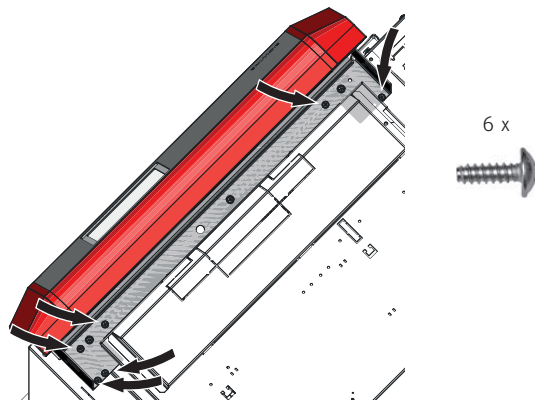

Fig. 73 Avvitare il pannello di comando in alto internamente con 6 viti autofilettanti
► Avvitare il pannello di comando in alto internamente con 6 viti autofilettanti – Fig. 73.